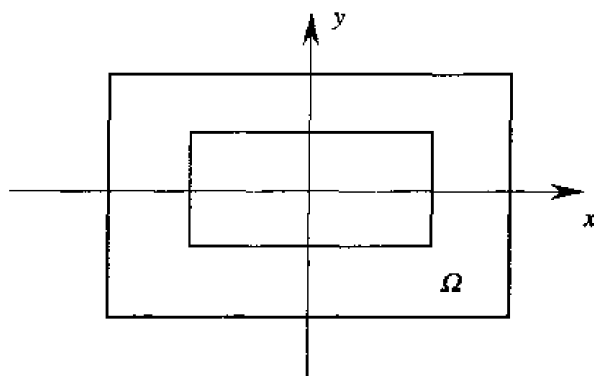

图 5-1
**【例 5.6-1】** 图 5-1 为一个同轴传输电缆的截面示意图。两个同芯长方形导体之间充满了线性介质。假设导体之间加有 10 V 的直流电压, 内导体接地, 导体之间有密度为  $\rho$  的电荷, 传输线的长度充分长, 则可认为电场在传输线各个截面上的分布相同, 因此只需求解电场在某个截面上的分布, 即求出电场在导体间的分布, 从而检查出绝缘材料的工作情况。